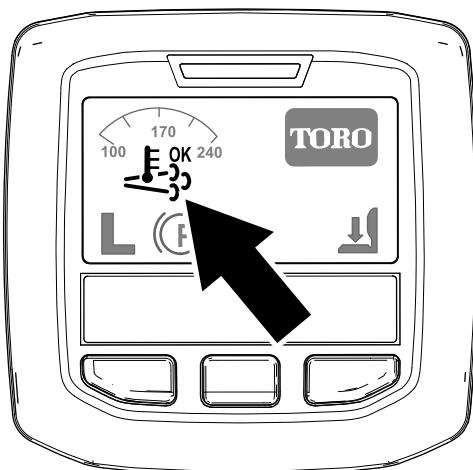

Bild 34
- Das Symbol für die unterstützte bzw. Rücksetzen-Regenerierung wird im InfoCenter angezeigt (Bild 34).